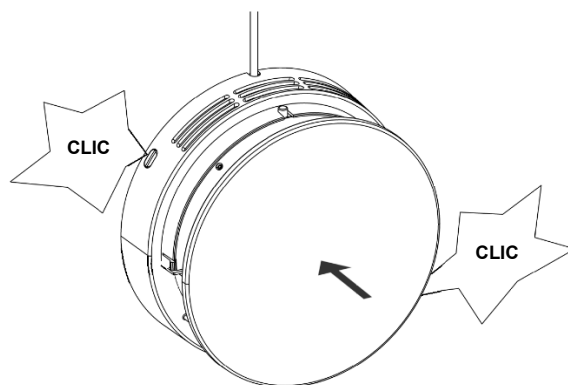

Figure 25 - Remplacez la centrale dans le mur.
6. Remplacez la centrale dans le mur et enfoncez-la avec précaution jusqu'à ce que les encoches s'enclenchent (voir Figure 25 ci-dessous).